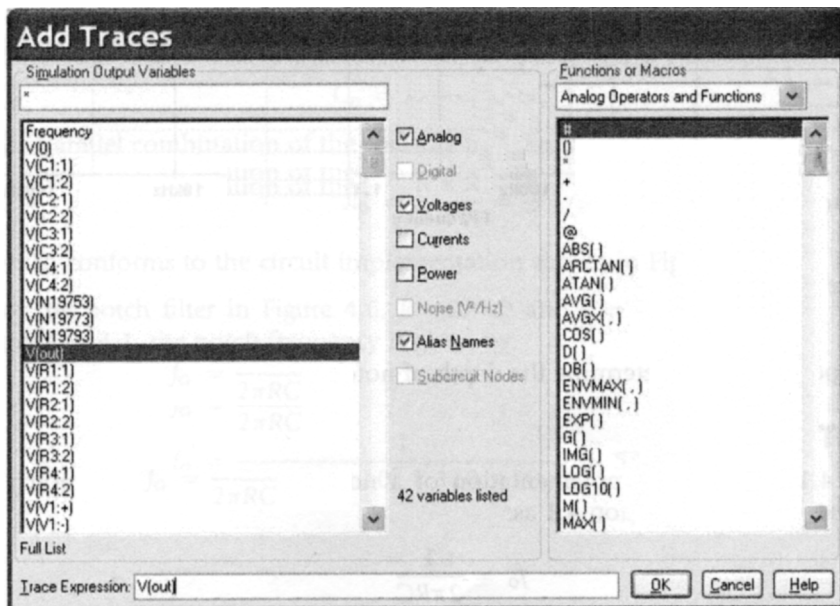

图 4.11 添加曲线对话框，包括输出变量列表、数据类型选择和各种函数
7. 选择菜单 **Trace > Add Trace** 或者点击图标  将会出现如图 4.11 所示的 **Add Traces** 添加曲线对话框。